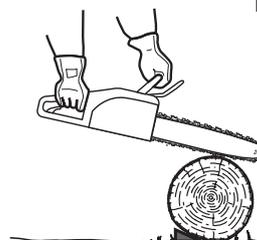

Fig. 44
- > Si le diamètre du rondin est suffisant pour insérer une cale sans toucher la chaîne, utilisez une cale pour maintenir le rondin en position et ainsi éviter les pincements (Fig. 44).